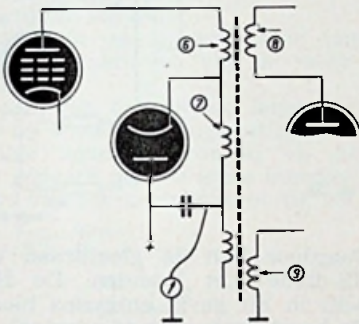

Fig. 28b
Is de onderbreking tussen de katode van de boosterdiode en de boostercondensator gelegen (7), dan is dit niet het geval (fig. 28b).